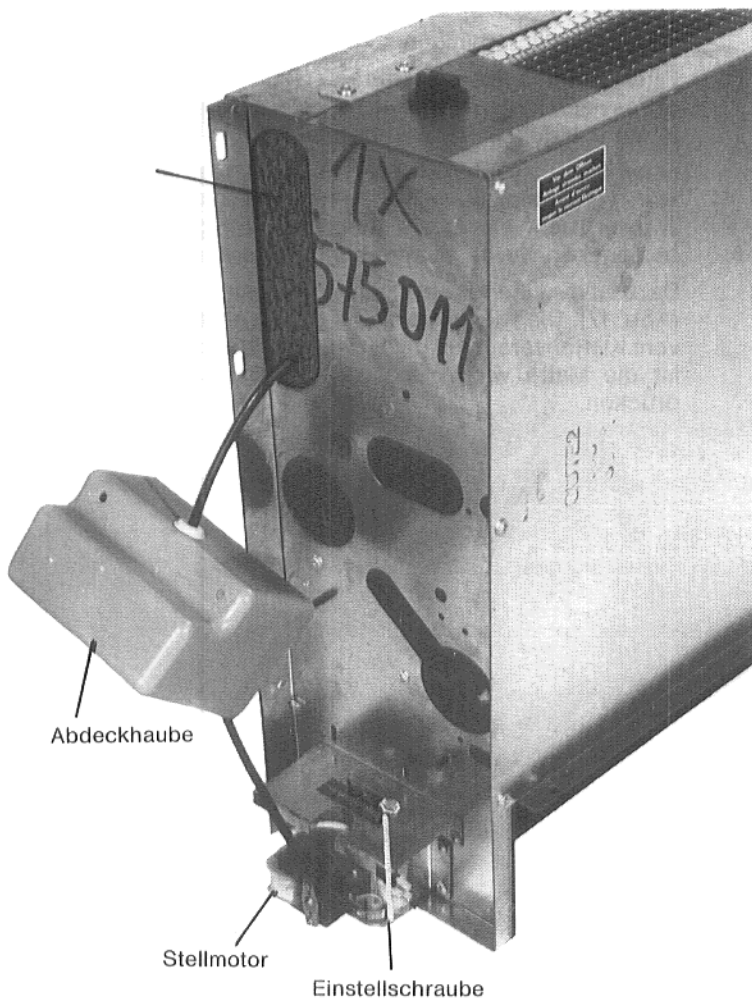

Abb. 13
1. Abdeckhaube vom Stellmototr abnehmen (Blechschauben, Abb. 13).
2. Die Luftklappe kann mittels Einstellschraube stufenlos in die gewünschte Stellung gebracht werden (Abb. 13).